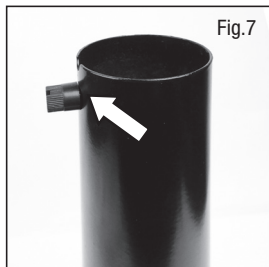

Fig.7
- Enlevez la vis de serrage de la partie inférieure de l'assemblage du moteur du ventilateur en la tournant dans le sens contraire des aiguilles d'une montre (Fig. 7).